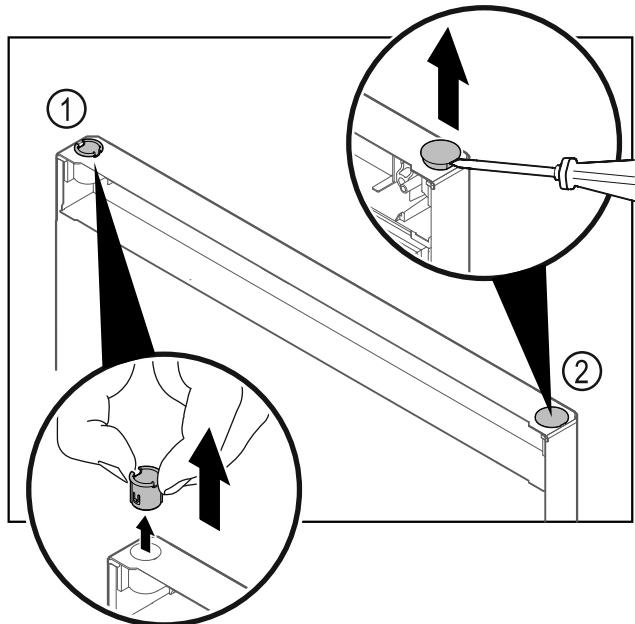

Fig. 23
- ▶ Izvucite čahuru šarke Fig. 23 (1) prstima.
- ▶ Odvijačem s ravnom glavom oprezno podignite čep Fig. 23 (2) i izvadite ga.